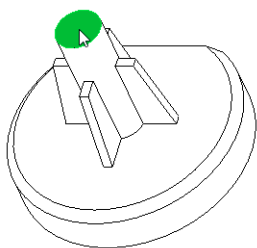
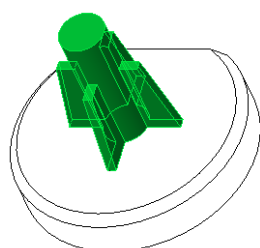

图 9-58 指定种子曲面
图 9-59 选择凸台形状曲面
② 在功能区中切换至“柔性建模”选项卡，在图形窗口中先选择图 9-58 所示的一个曲面，接着在“形状曲面选择”面板中单击“多凸台”按钮，从而选择图 9-59 所示的形状曲面。